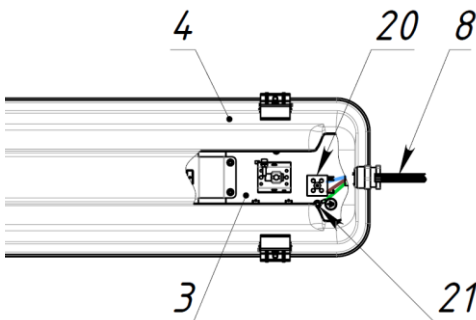
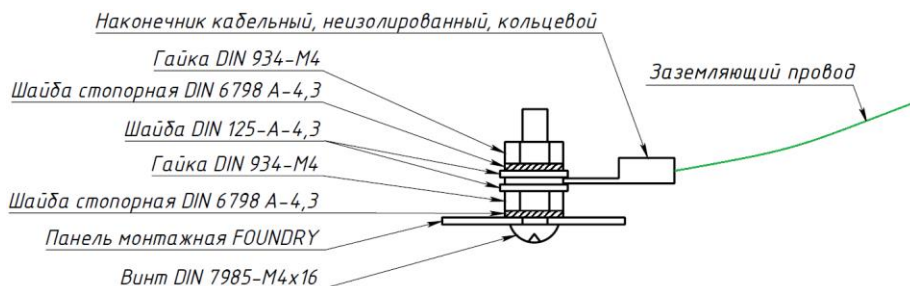

Рис. 6
Рис. 7
Завести питающий кабель ламп ПРКС 3х1,5 (8) в корпус FOUNDRY 150H w/o driver box (4) через кабельный ввод, подключить провода к керамической клеммной колодке (20) и заземляющему винту (21) в соответствии с указанной полярностью на монтажной панели (3): L – коричневый, N – синий, PE – желто-зеленый с кольцевым наконечником) см. рис. 6. Момент затяжки винтов в клеммной колодке (20) – 0,5 Нм. Заземляющий провод с кольцевым наконечником установить между двумя плоскими шайбами DIN125-A-M4,3 заземляющего винта (21), см. рис. 7. Момент затяжки гайки DIN 934-M4 – 2 Нм.